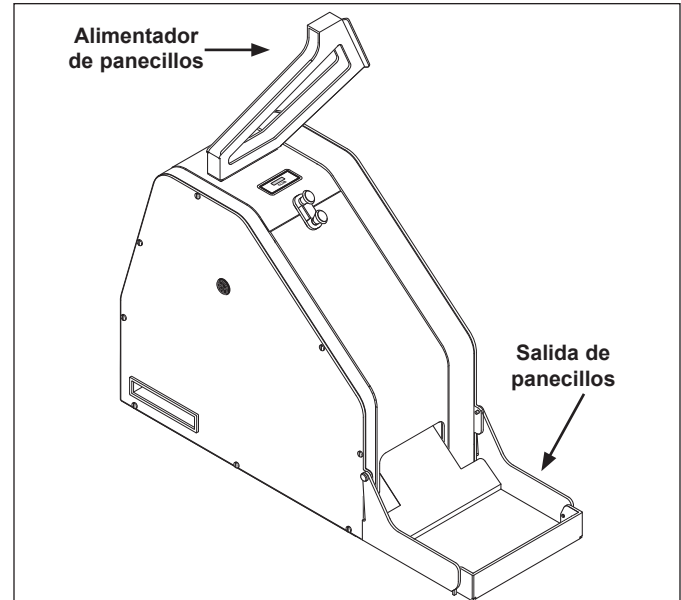

Figura 1. Tostador Club CTX-200L
1. Retire la unidad CTX-200L (Figura 1) y todos los materiales empaque de la caja de envío. Luego abra la caja de accesorios y retire todo su contenido. Debe contener lo siguiente: